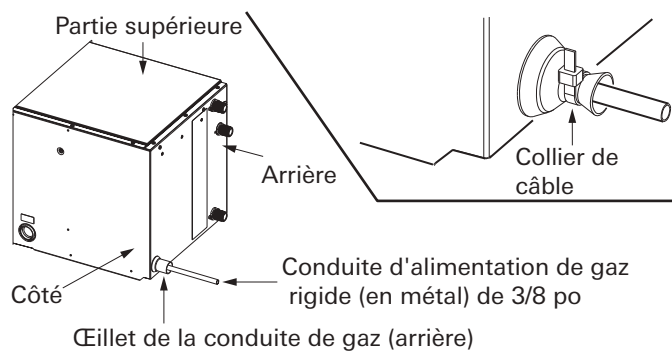

Fig. 30
- Serrez le collier de câble de manière à ce que l'œillet de la conduite de gaz (arrière) soit bien serré autour de la conduite de gaz (voir la Fig. 30).